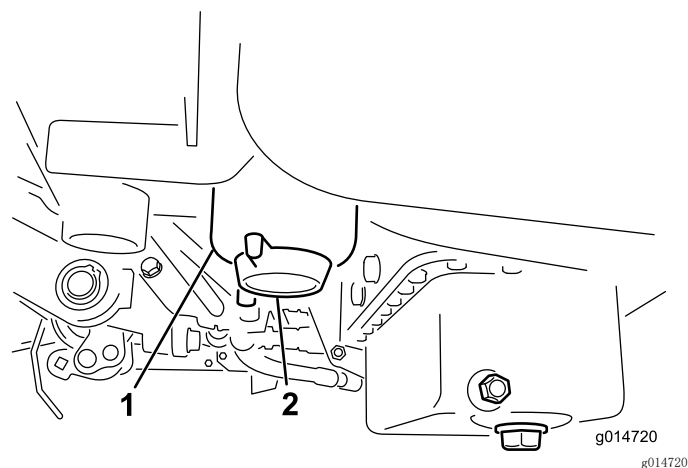

图49
2. 清洁滤清器过滤筒的安装区域（图49）。
4. 打开滤清器排油塞（图49）。